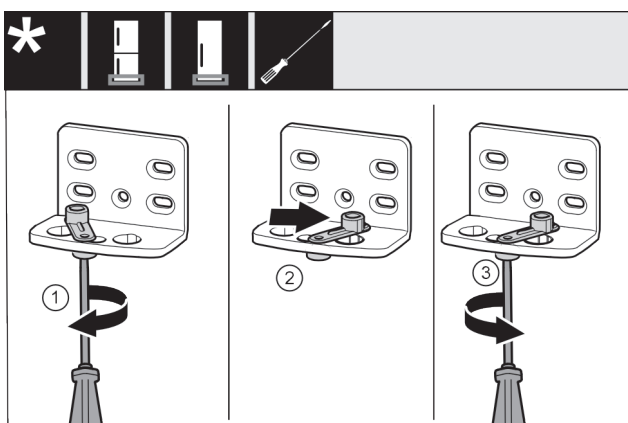

Fig. 16
- Šroubovákem volně přišroubujte šroub Fig. 16 (1).
- Zvedněte pomůcku zavírání dveří Fig. 16 (2) a v otvoru ji otočte o 90° doprava.
- Šroubovákem šroub Fig. 16 (3) pevně utáhněte.